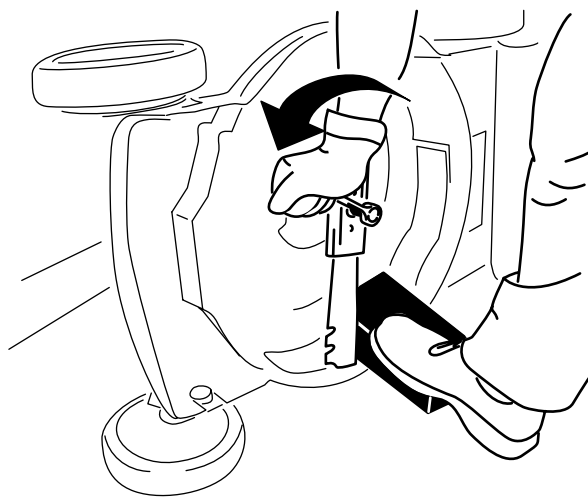

Figura 23
3. Utilice un bloque de madera para inmovilizar la cuchilla (Figura 23).
4. Retire la cuchilla, conservando todos los herrajes de montaje (Figura 23).